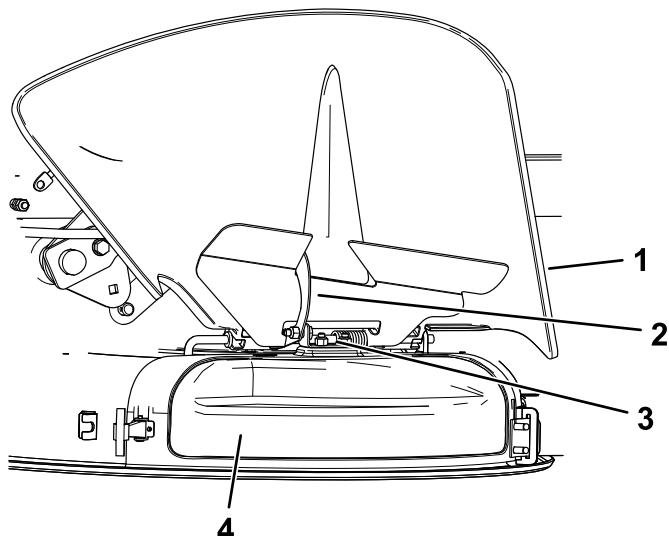

Figura 15
- 4. Suelte el cierre en forma de gancho situado encima de la tapa de descarga de la varilla (Figura 15).
5. En la parte superior de la tapa de descarga, enganche el cierre en forma de gancho alrededor de la varilla del deflector (Figura 15).